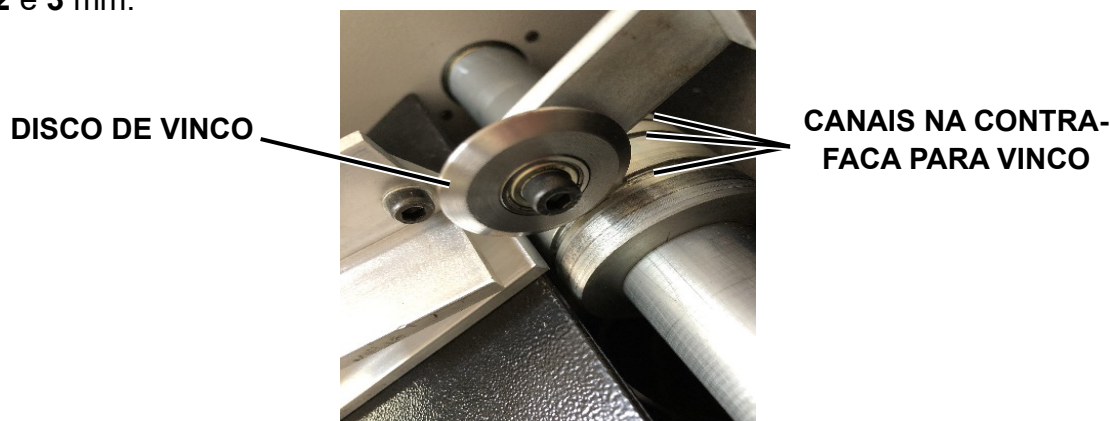
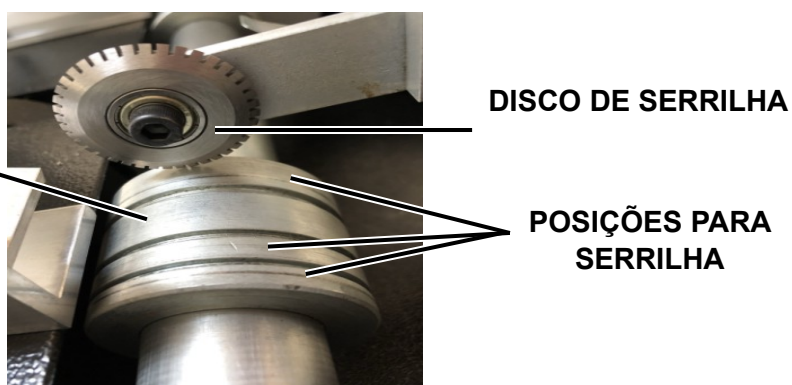
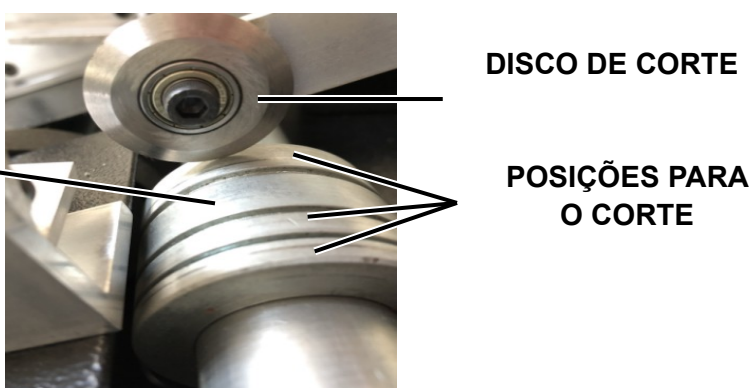

Figura 9
Figura 10
Figura 11
A sua SCV 330 vai equipada com 5 ferramentas: **2 Vincos** (Figura 9), **1 Serrilha** (Figura 10), **1 Corte** (Figura 11), **1 disco de tração** (Figura 12).
4.5.1 – Posicionamento dos discos: posicione os discos a serem utilizados no trabalho. O equipamento vem de fábrica com os seguintes discos: 2 discos para vinco de 1 mm de largura (Figura 9), 1 disco para serrilha (Figura 10), 1 disco para corte (Figura 11) e 1 disco de tração (Figura 12).
a) Disco de fazer **vinco:** esta ferramenta deve ser posicionada dentro dos canais da contra-faca, como mostra a Figura 9, podendo optar por três larguras de vinco, dependendo da espessura do papel: **1,5, 2 e 3 mm**.
b) Disco de fazer **serrilha:** esta ferramenta deve ser posicionada fora dos canais, ou seja, na superfície da contra-faca. Pode-se utilizar a serrilha em **3** posições conforme mostra Figura 10 abaixo. Use sempre o disco de tração, do lado oposto à ferramenta, para auxiliar durante a operação.
c) Disco de fazer **corte:** esta ferramenta deve ser posicionada fora dos canais, ou seja, na superfície da contra-faca. Figura 11 abaixo. Use sempre o disco de tração, do lado oposto à ferramenta, para auxiliar durante a operação.